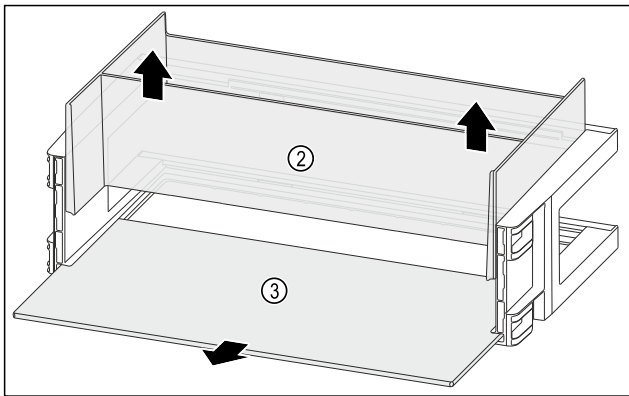

Fig. 93
- ▶ Estrarre l'organizzatore Fig. 93 (2) verso l'alto.
- ▶ Rimuovere il ripiano Fig. 93 (3).